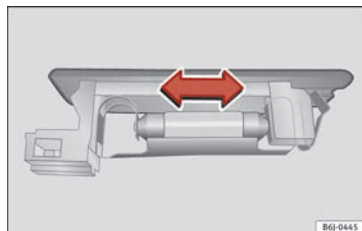

Abb. 206 Gepäckraumleuchte*
- Drücken Sie die Lampe zur Seite und nehmen Sie sie aus ihrer Halterung heraus »» Abb. 206.